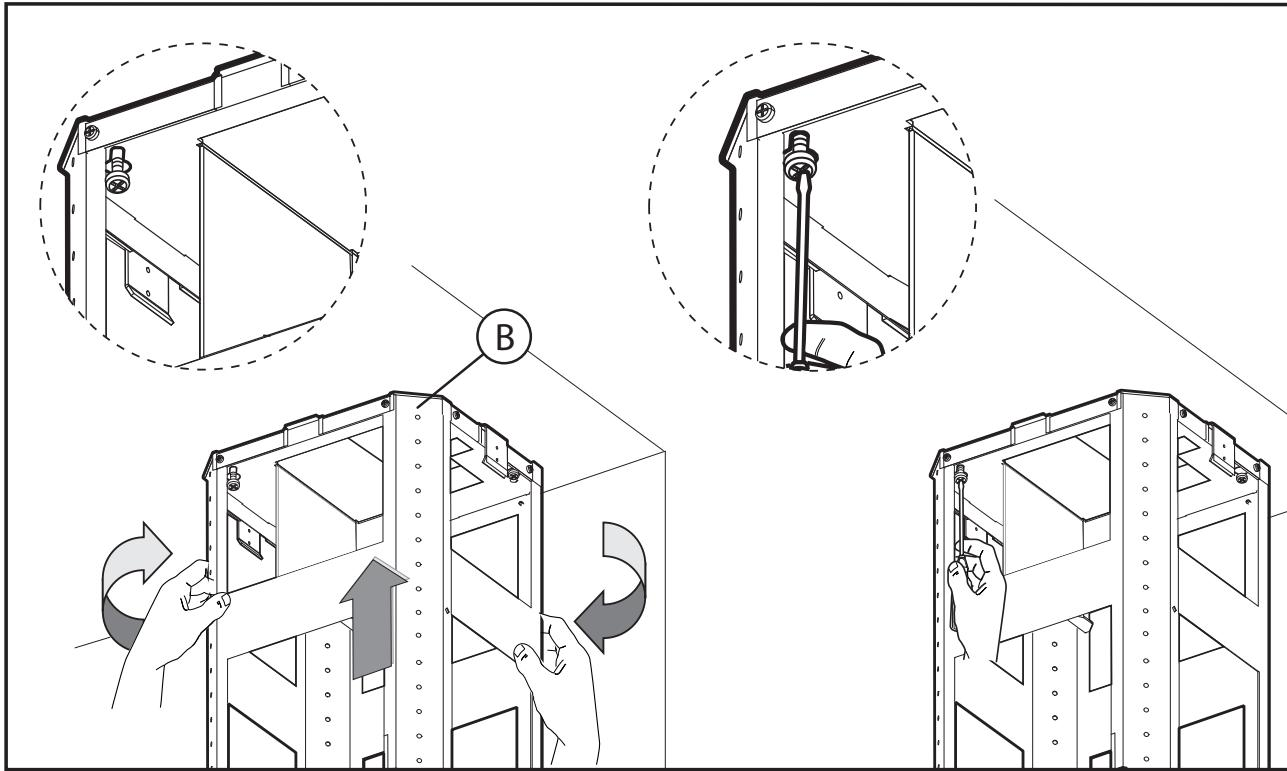

Fig.3
- Tome la parte superior de la estructura **B** (**Fig.3**) e intodúzcala en los 3 tornillos no atornillados completamente correspondientes a los 3 ojales.
Haga una ligera rotación para el empotre (**Fig.3**).
Fig.3: Fijar el desviador de aire **A** sobre el estribo de soporte con el tornillo **B** como es indicado en la ilustración. Una vez que el desviador de aire **A** ha sido fijado, es necesario conectar el tubo flexible (**TUBO CIRCULADOR DE 6" FLEXIBLE DE METAL NO INCLUIDO**).